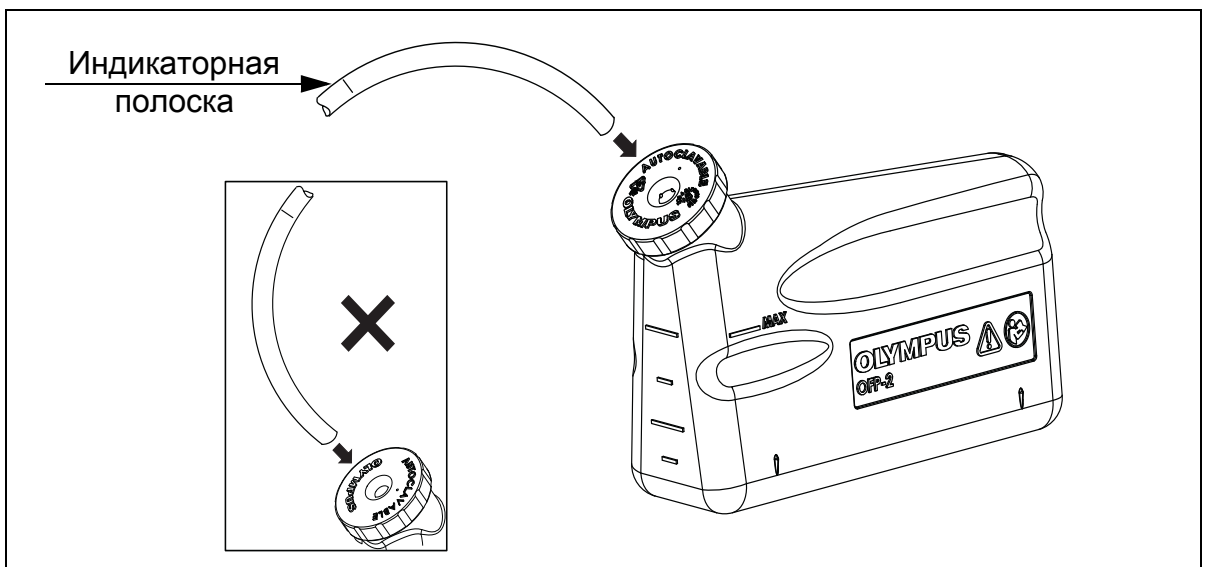

Рис. 3.4.
8. Сверяясь с Рис. 3.4., вставьте открытый конец трубки для воды (MAJ-1607/MAJ-1608) в контейнер для воды до индикаторной полоски, обращая внимания на ориентацию трубки, как показано на рисунке.